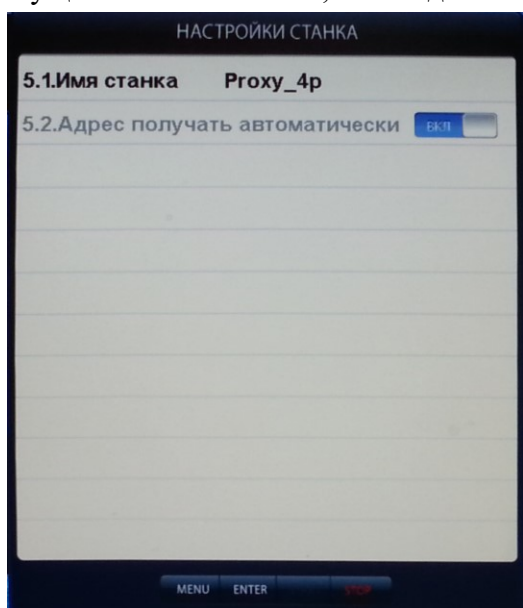

рис.23.2
18.3.Настройка сети (рис.23.2).